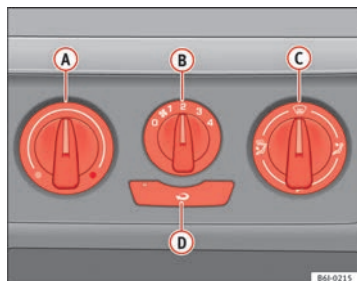

Abb. 90 In der Instrumententafel: Bedienelemente der Heizung
- Mit den Reglern **A** und **C** und dem Schalter **B** ⇒ Abb. 90 stellen Sie die Temperatur, die Luftverteilung und die Gebläsestufen ein.